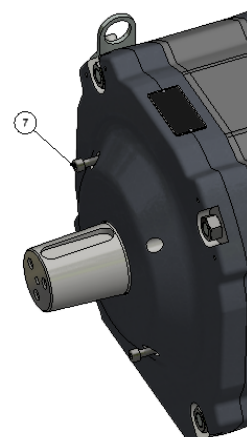

FIG.6
- Vissez les 2 autres vis (avec Loctite 243) Pos. 7 selon la figure 6 jusqu'à ce qu'ils commencent à résister